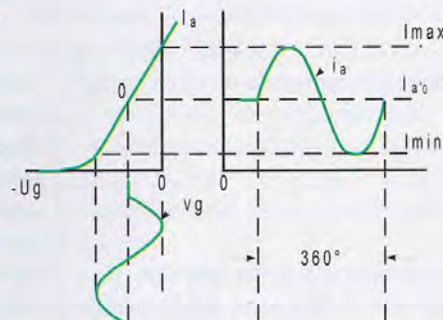

Figure 2 : Amplification en classe A. Le courant circule en permanence tout au long du cycle du signal appliqué à l'entrée
La classe (A) (figure 2) est la classe d'amplification que nous avons utilisée tout au long de nos vingt et un cours. Sa caractéristique principale réside dans le fait que le courant circule en permanence **tout au long du cycle du signal appliqué à l'entrée**.